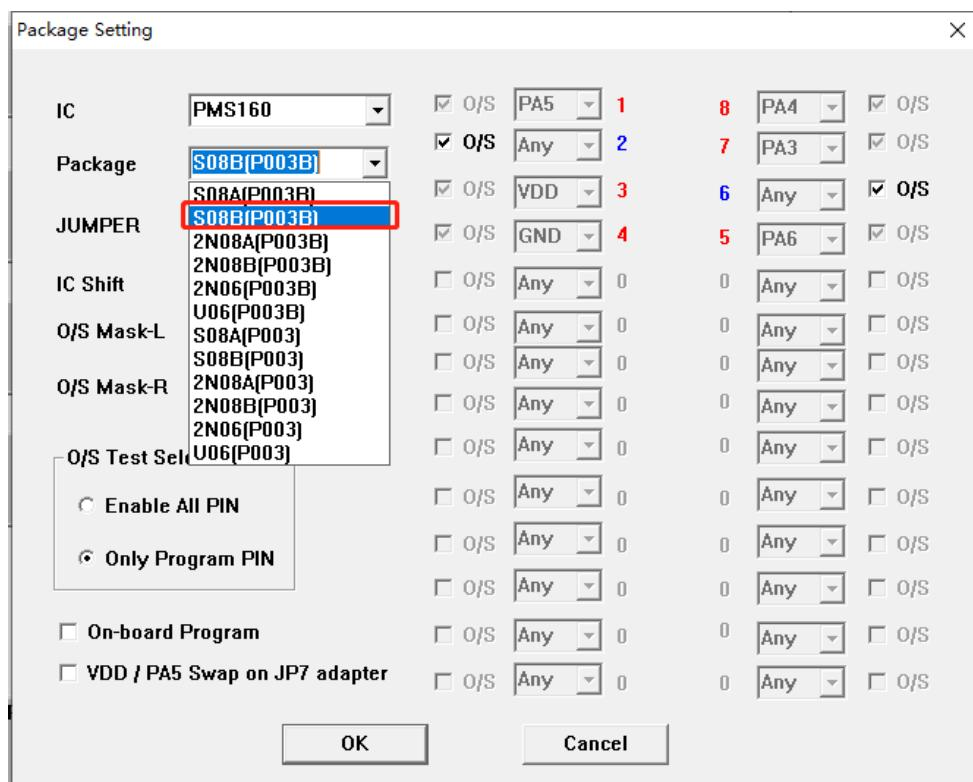

图 28: PMS160-S08B 在 P003B 转档配置
1. 使用 PDK5S-P-003B 烧录 PMS160 时，只有 S08A 封装是烧录器背面 jumper 插 JP2 位置，正面烧录插座往下空移 4 格，即可烧录。而其他封装都需要转档，使用 Jumper7 跳线。接下来以 PMS160-S08B 的烧录为例，其他封装需对应修改“package setting”界面和 Jumper7 跳线方法即可。封装设置如图 28 所示：